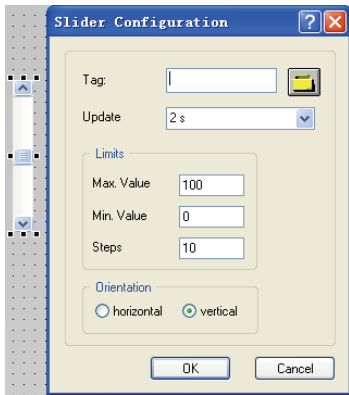

图 6-24 设置“Slider”的组态对话框
3) 在对象选项板的“Standard”选项卡中选择“Windows Object”→“Slider Object”，并将其添加到画面的工作区，将自动弹出“Slider Configuration”对话框，如图 6-24 所示，单击按钮，打开“Tag-Project”窗口，选择连接的变量“FillLevel”，按实际需要设置“Limits”框中的“Max.Value”、“Min.Value”和“Steps”等参数。